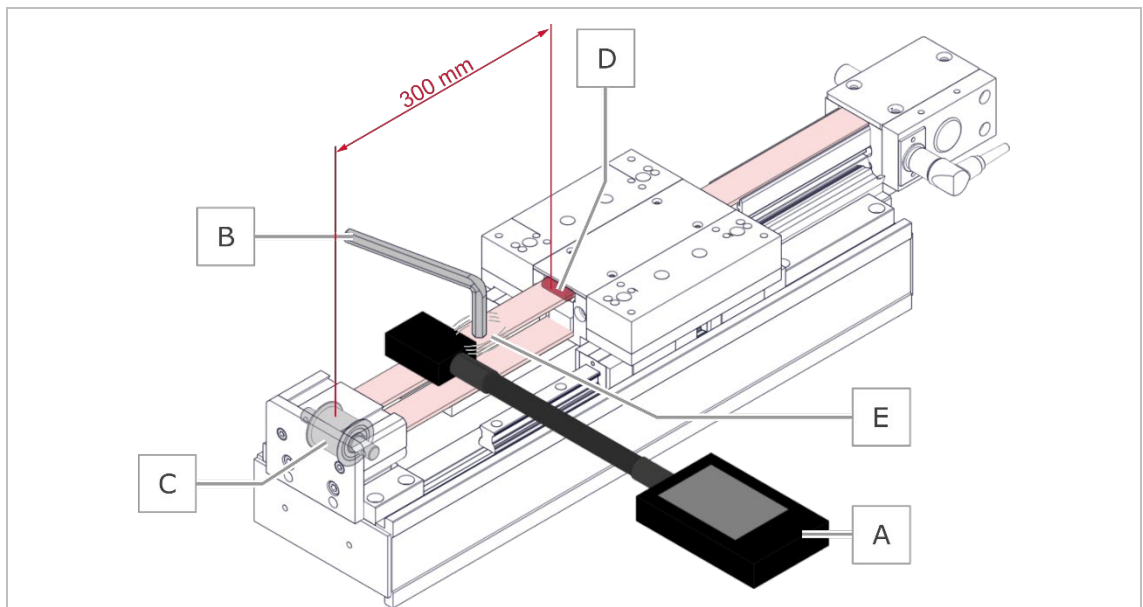
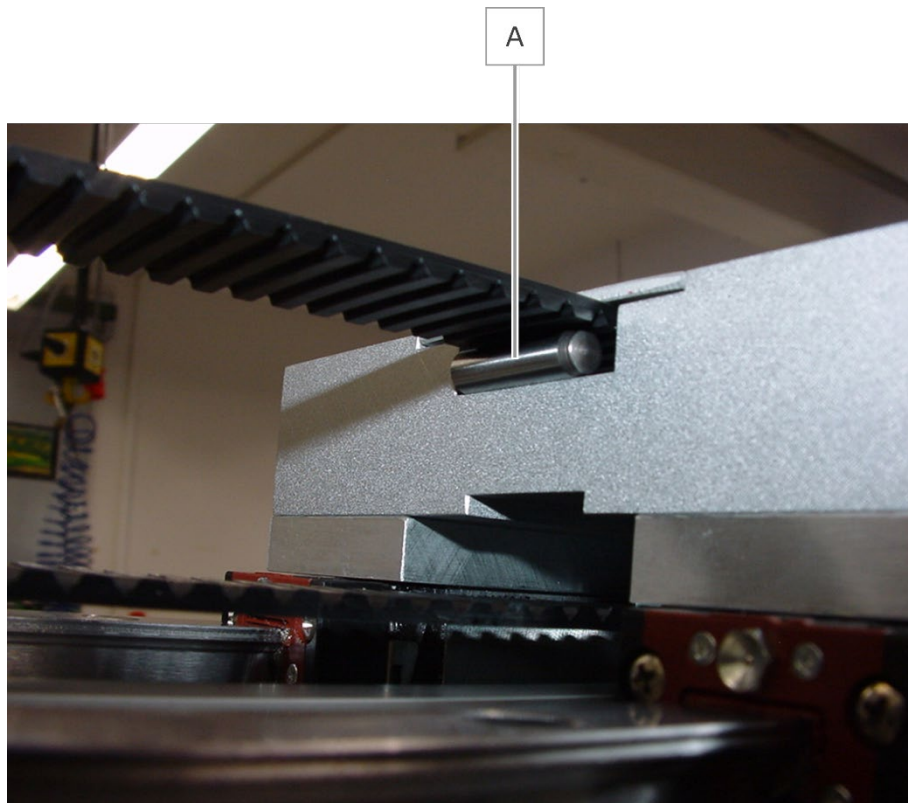

Abbildung 10 Messung an der Portalachse durchführen (1)
Abbildung 11 Messung an der Portalachse durchführen (2)
- (1) Montieren Sie den neuen Riemen.
- (2) Bewegen Sie den Schlitten von Hand mindestens zehnmal hin und her (drücken Sie dabei den Riemen von Hand mehrmals nach unten).
- (3) Führen Sie die Messung mit eingelegtem Zylinderstift [Ø6 x 24] durch (siehe Abbildung 10, unten und Abbildung 11, Seite 12).